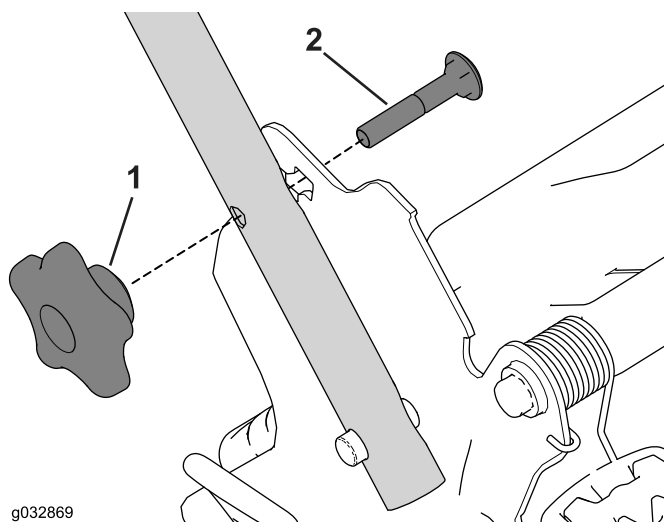

Рисунок 28
1. Снимите и сохраните две круглые рукоятки и два каретных болта с кронштейнов рукоятки (Рисунок 28).